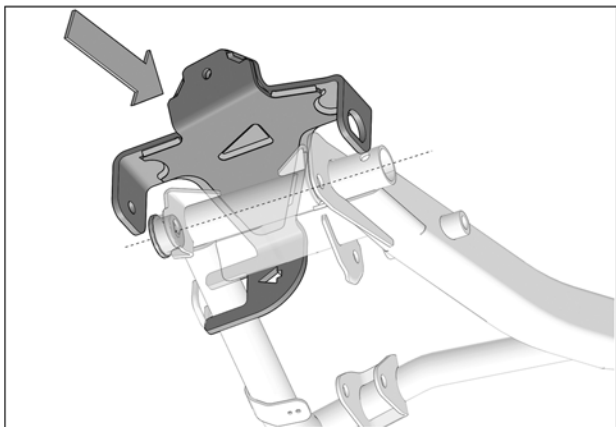

Fig. 6
7. Glisser l'ancrage vers l'arrière du bras de suspension et aligner les trous de fixation de l'ancrage aux trous présents dans le bras de suspension. Voir la Fig. 6